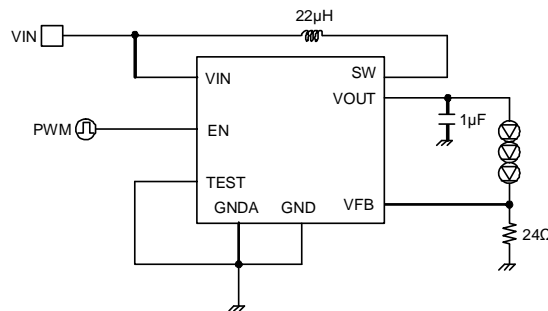

Figure 17. EN 端子の PWM による輝度調整例 ($f_{\text{PWM}}=100\sim300\text{Hz}$)
1) PWM 輝度調整は Figure 17. で示される通り EN に PWM 信号を与えることにより行われます。